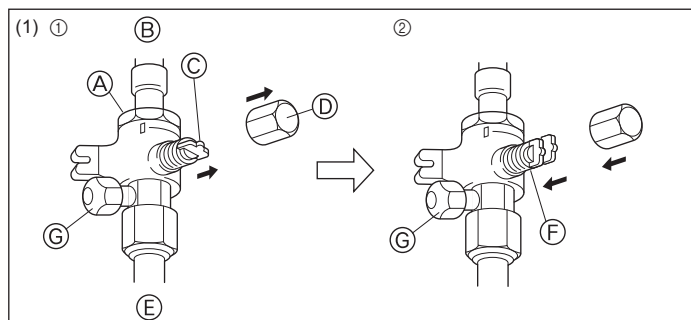
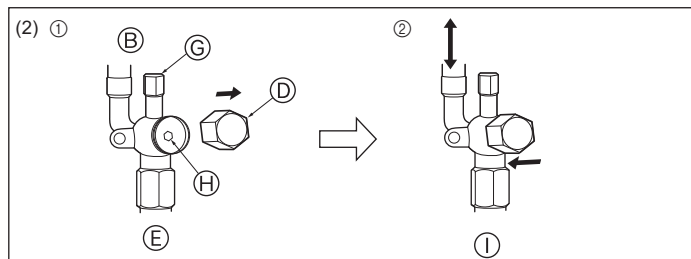

Fig. 4-6
Fig. 4-7
(1) Gaszijde (Fig. 4-6)
- ① Verwijder de dop, trek het handvat naar u toe en draai dit een kwartslag tegen de klok in om de kraan te openen.
- ② Let erop dat de afsluitkraan geheel open is, druk de hendel in en draai de kap terug naar de oorspronkelijke stand.
(2) Vloeistofzijde (Fig. 4-7)
- ① Verwijder de kap en draai de kraanstang zo ver mogelijk tegen de klok in met behulp van een 4mm-inbussleutel. Stop met draaien wanneer de nok wordt bereikt. (ø6,35: Circa 4,5 giri) (ø9,52: Circa 10 giri)